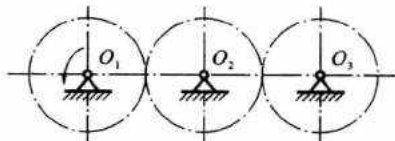

图 1
1. 某齿轮传动装置如图 1 所示, 齿轮 1 为主动轮, 当齿轮 1 作双向回转时, 则其齿面接触应力按_____变化。